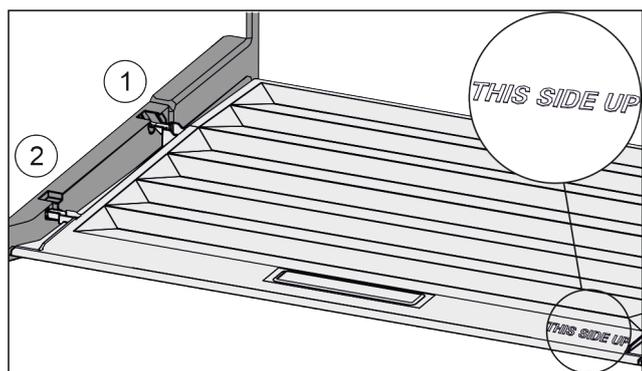

Fig. 62
- ▶ Inserire le nervature del coperchio attraverso l'apertura del supporto posteriore Fig. 62 (1) e innestare anteriormente nel supporto Fig. 62 (2).